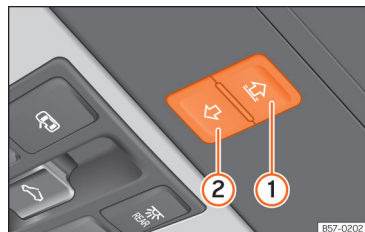

Abb. 68 Im Dachhimmel: Funktionsfläche zur Bedienung des Sonnenschutzrollos.
- Wenn sich das Sonnenschutzrollo innerhalb von 5 Sekunden immer noch nicht schließen lässt, drücken Sie den Taster » » [Abb. 68]
②, bis das Sonnenschutzrollo vollständig geschlossen ist. **Das Sonnenschutzrollo schließt ohne Einklemmschutz!**